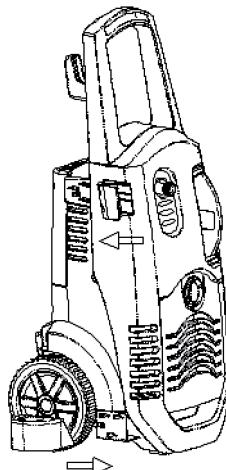

Fig 2.
3. Monter øvre og nedre feste for pistolhåndtak/lanse (16): Trykk det øvre til høyre og det nedre til venstre for å få det festet. (Se Fig. 2)